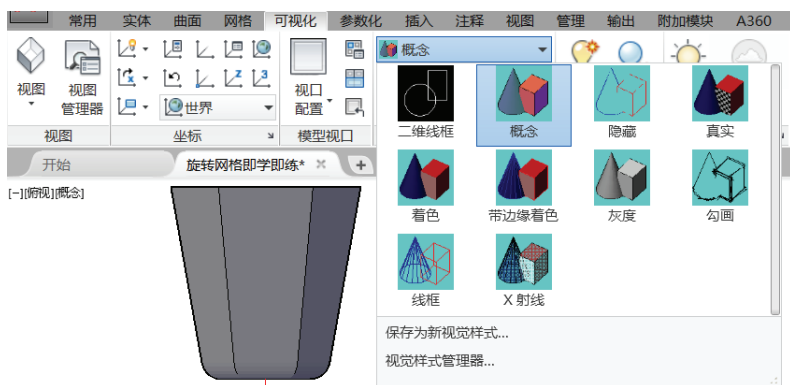

图 13-11 指定视觉样式
❶ 此时可以将原始二维图形删除，并从功能区“可视化”选项卡的“视图样式”面板中指定一种视觉样式，例如选择“概念”视觉样式，如图 13-11 所示。